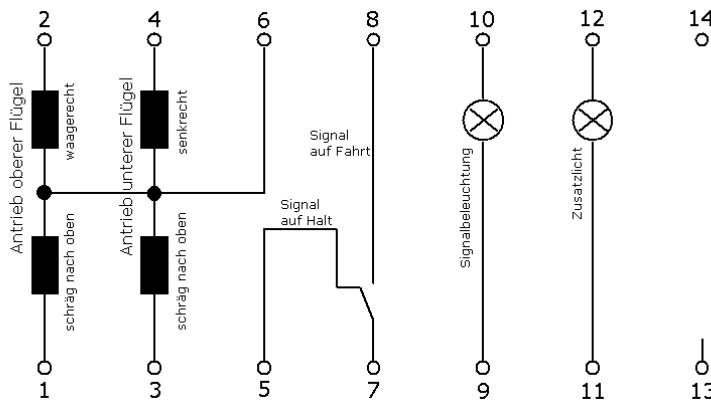

Abbildung 11: Anschluss des Signalträgers (Ansicht 14polige Stifteleiste von oben)
- alle Signale sind über einen 10poligen Pfostenstecker gemäß Abbildung 11 angeschlossen